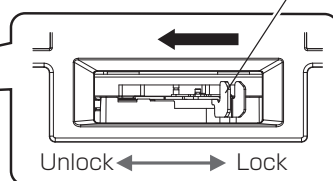

図4
4) 投写レンズの目印 (赤色) をプロジェクター本体の突起目印に合わせて、投写レンズを奥までしっかり差し込む (図 4)
3) 投写レンズを持ちながら、レンズロックレバーをつまんで Unlock 側に回す（図 4）